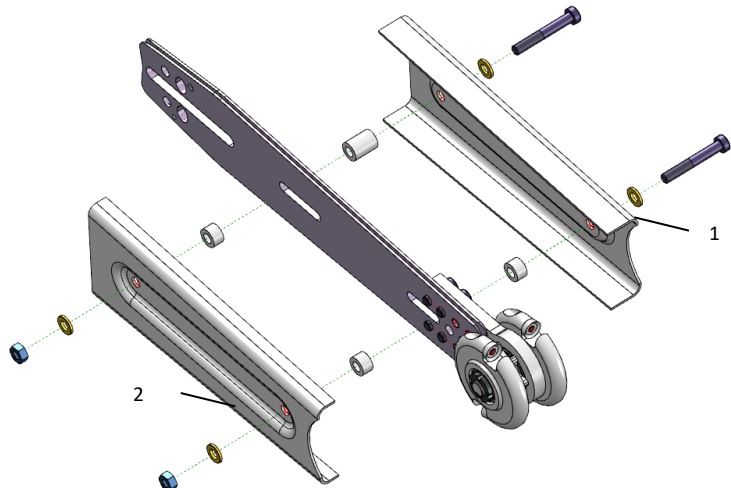

Abb. 10. Montage der Schutzbleche
- Für die Montage der Schutzbleche müssen zunächst zwei M6 Zylinderschrauben Schrauben mit Scheiben in das linke Schutzblech (1- Abb 9.) gesteckt werden. Anschließend können auf die Innenseite des Schutzbleches die Distanzhülse gesteckt werden. Auf die sägenseitige Schraube wird die längere Hülse gesteckt. Das Schutzblech mit den Schrauben kann anschließend durch die Bohrungen am Lagerblock und dem Schwert mit dem Troghöher verbunden werden. Nach dem Aufstecken der zwei kurzen Distanzhülsen und dem Auflegen des rechten Schutzbleches (2- Abb. 10.) können die Sechskantmuttern angezogen